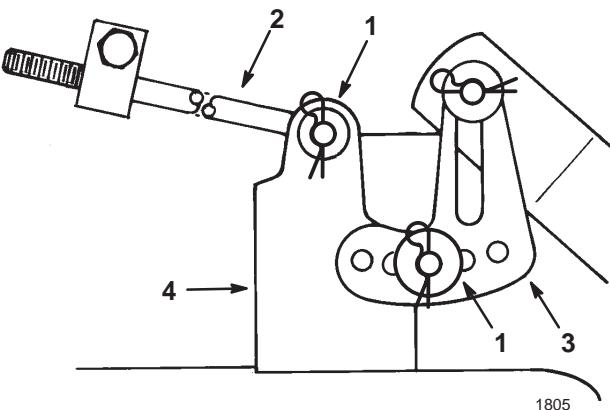

Bild 44
7. Schieben Sie das Ende der langen Stange durch das Loch im Schneidwerkträger (Bild 44). Bringen Sie die Scheibe und den Splint an, um die Stange abzusichern. Wiederholen Sie diesen Schritt an der anderen Schneidwerkseite.
8. Montieren Sie den geschlitzten Schneidwerkniellierbügel am Stift am Schnitthöhenarm (Bild 44). Bringen Sie die Scheibe und den Splint an, um das Schneidwerk abzusichern. Wiederholen Sie diesen Schritt an der anderen Schneidwerkseite.